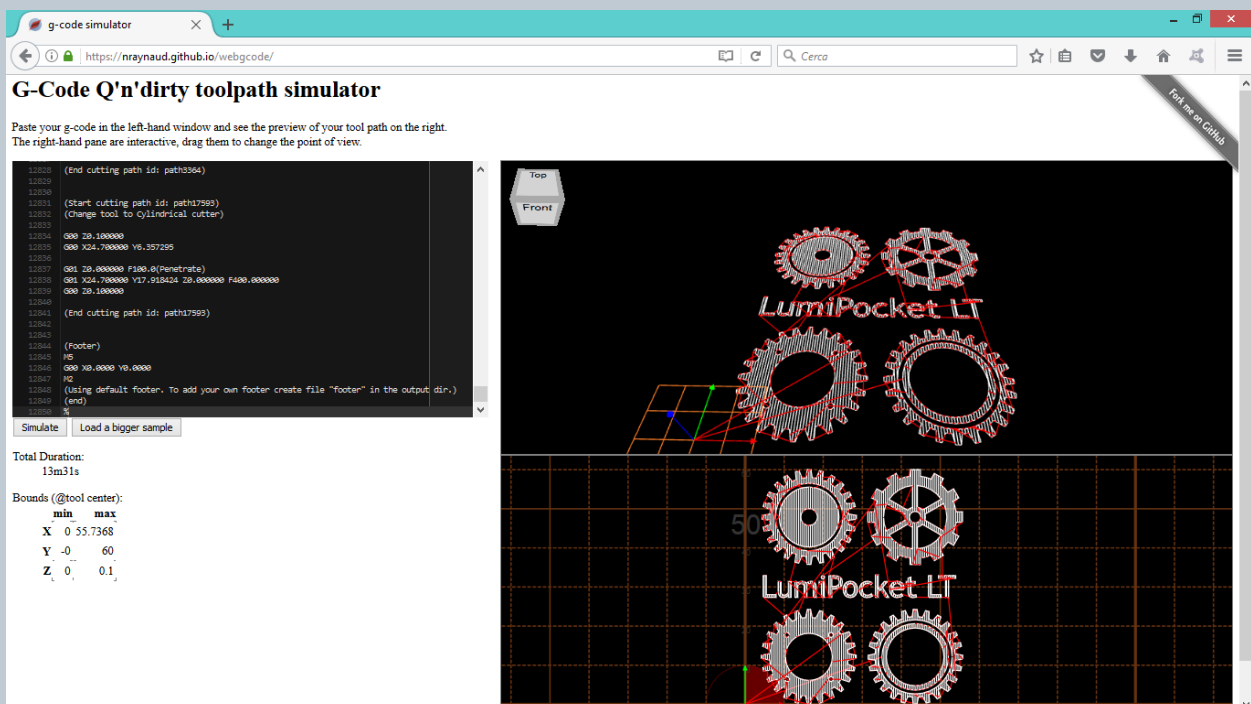

Fig. 67
- Nella doppia finestra di destra apparirà l'immagine così come verrà incisa da LumiPocket LT. (Fig. 67).